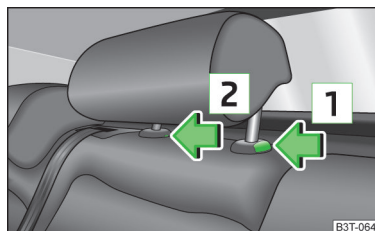

Abb. 70
- › Die Sicherungstaste in Pfeilrichtung [1] » Abb. 70 drücken, gleichzeitig mit einem Schlitzschraubendreher mit einer Breite von max. 5 mm die Sicherungstaste in der Öffnung [2] drücken und die Kopfstütze herausziehen.